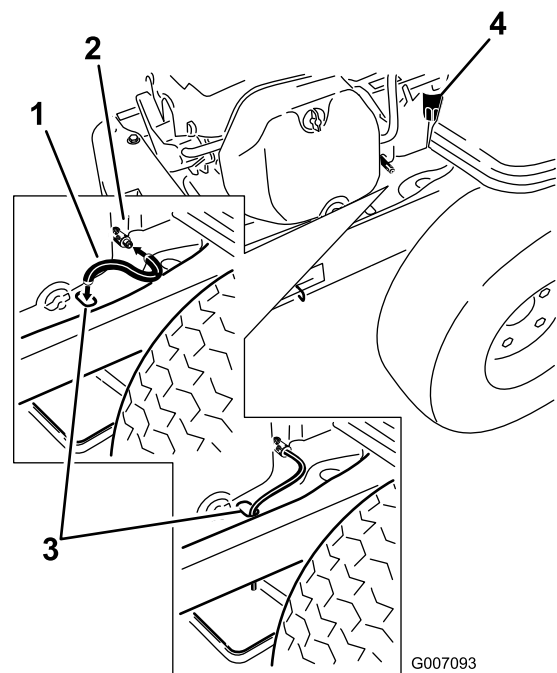

Figura 29
5. Limpie la zona alrededor del tapón de vaciado, situado en el bastidor de la máquina. Localice el tubo de vaciado y colóquelo sobre la válvula de vaciado (Figura 29).
6. Pase el otro extremo del tubo de vaciado del aceite a través del orificio de vaciado del bastidor (Figura 29).